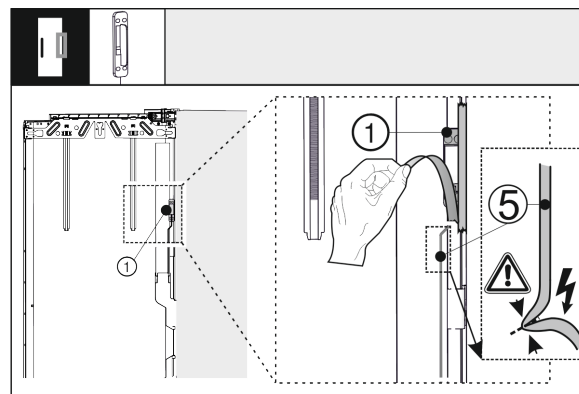

Fig. 40
- Atbrīvojiet klauvējiena sensoru Fig. 40 (1) no ārējām durvīm. Nesabojājiet savienojuma kabeli Fig. 40 (5).